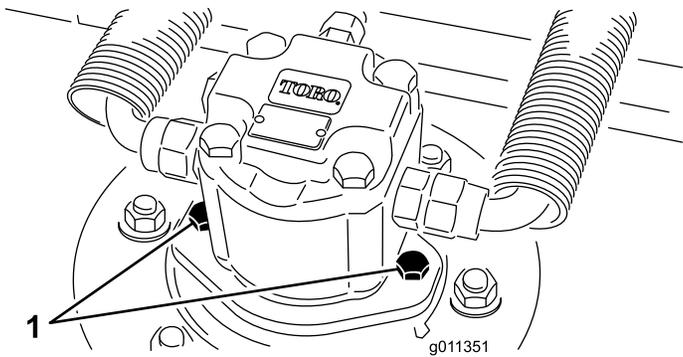

Рисунок 119
2. Отсоедините и снимите гидромотор с режущего блока (Рисунок 119). Накройте верхнюю часть шпинделя для предотвращения загрязнения.
3. Установите гидромотор на режущий блок (Рисунок 119). Убедитесь в том, что уплотнительное кольцо находится в штатном положении и не повреждено.